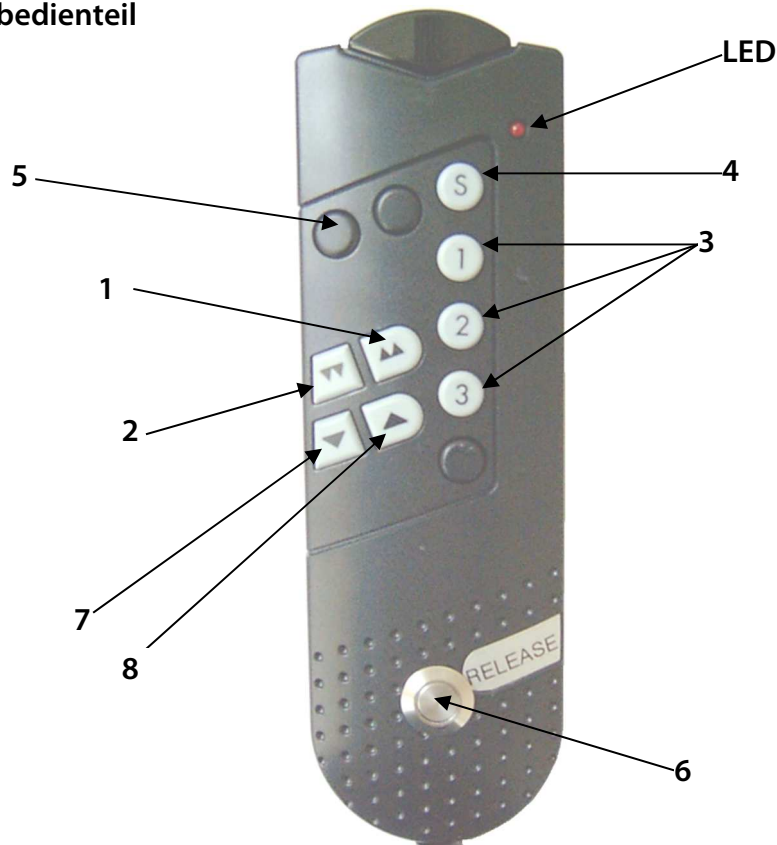

Abbildung 2-2
Wird die Ursache nicht behoben (eine Antriebssäule ist weiterhin blockiert), und durch kurzes betätigen der Bewegungs-Freigabe Taste (Abb. 2-2/6) die Zustandsmeldung gelöscht, so wird nur noch eine Bewegung der nicht blockierten Antriebssäule in Richtung auf die Position der blockierten Säule zugelassen, gleichgültig ob eine Ab- oder Auf-Taste. (Abb. 2-2/1, 2, 3 oder 5) betätigt wurde. Hierdurch wird eine versehentliche extreme Schiefstellung der Tischplatte vermieden.
**Zum Ausführen einer Tischplattenhöhenverstellung ist es notwendig die Bewegungs-Freigabe Taste (Abb. 2-2/ 6) vor einer Bewegungs-Taste (Abb. 2-2/1, 2, 3 oder 7, 8) zu betätigen.**
**Zur Beendigung der Höhenverstellung zuerst die entsprechende Bewegungs-Taste (Abb. 2-2/1, 2, 3 oder 7, 8) loslassen und erst dann die Bewegungs-Freigabe Taste (Abb. 2-2/6).**
Durch Drücken einer der Pfeiltasten ,  oder ,  (Abb. 2-2/1, 2 oder 7, 8 in Verbindung mit 6) kann die Tischplatte nach oben oder unten bewegt werden.
Werden die Tasten zum schnellen fahren (Abb. 2-2/1, 2) betätigt, so wird kurz vor der oberen bzw. unteren Endposition die Geschwindigkeit reduziert.
Zum Abgleich muss die Taste „S“ (Abb. 2-2/4) dreimal gedrückt werden. Anschließend wird mit der schwarzen Taste (Abb. 2-2/5 in Verbindung mit 6) oben links die Tischplatte nach unten gefahren bis beide Hubsäulen automatisch in der untersten Position abschalten. Die Steuerung quittiert dies mit einem Piep Ton, jetzt sind die Säulen synchronisiert.
Die Freigabetaste (Abb. 2-2/6) loslassen.
Dreimal die Taste „S“ (Abb. 2-2/4) drücken und anschließend die Taste 1, 2 oder 3 (Abb. 2-2/3) betätigen, um die Position auf eine dieser Tasten abzuspeichern. Der Vorgang wird mit einem Piep-Ton bestätigt.
Werden zwischen den einzelnen Tischhöhen-Verstellungen Pausen von mehr als 20sec gemacht, und wird während dieser Zeit die Bewegungs-Freigabe Taste (Abb. 2-2/6) nicht betätigt, so schaltet der PROGNOST XPE-Akku in den Energiespar-Modus und verlängert hierdurch die Nutzung der Akkumulator Ladung.
Durch kurzes betätigen der Bewegungs-Freigabe Taste (Abb. 2-2/6) wird die Betriebsbereitschaft wieder aktiviert und der Energiespar-Modus verlassen.